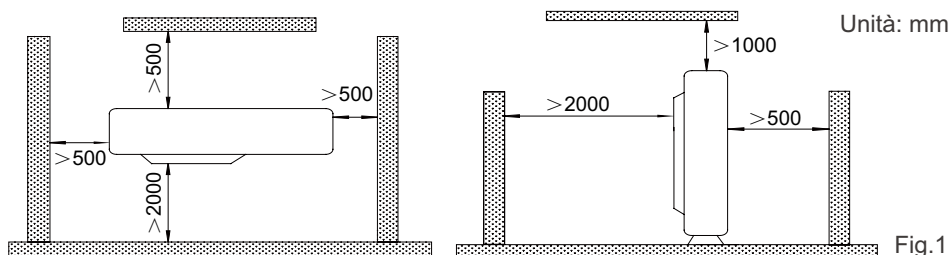

Fig.1
7. Fornire la quantità di spazio illustrato nella Fig.1, in modo tale da non bloccare il flusso dell'aria. Per un funzionamento ottimale, lasciare liberi tre dei quattro lati del perimetro dell'unità.